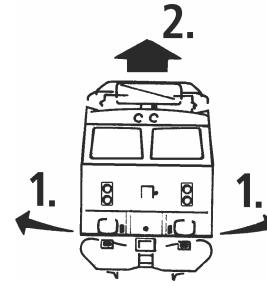

Fig. 4
3. Haftreifenwechsel: Zuerst den Getriebedeckel abnehmen (Fig. 4). Danach den Radsatz herausnehmen und die Haftreifen mit einer Nadel od. mit einem feinen Schraubendreher abziehen (Fig. 10). Beim Aufziehen der neuen Haftreifen darauf achten, dass diese sich nicht verdrehen.
3. Skifte gripedekk: Fjern først girdekslet (fig. 4). Ta deretter ut hjulsettet og trekk av gripedekkene med en nål eller en fin skrutrekk (fig. 10). Pass på at de nye gripedekkene ikke vrir seg når du setter dem på.
3. Change of traction tyre: Remove the bogie (fig. 4). Take out **wheel set** and remove **traction tyre** using a pin or a fine screwdriver (fig. 10). When pressing on the new traction tyre please **avoid twisting it**.